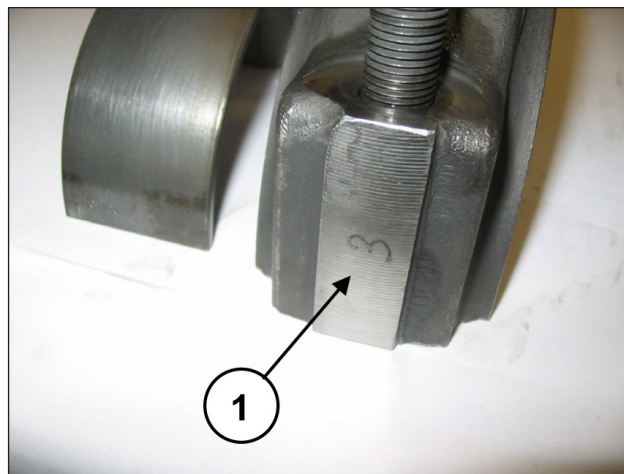

图 42
将半连杆联接先前拆除的连杆帽，注意编号(位置①, 图 42)
将连杆帽与半连杆分开；正确的联接由一侧的编号保证 (位置①，图 42)。